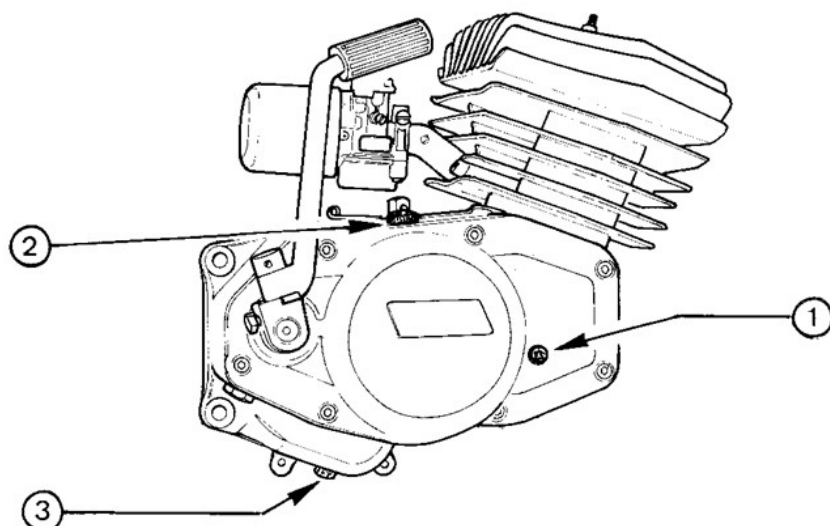

FIG. 1 Tappi olio
- 1) **PRIMA** di avviare per la prima volta il motore, controllare l'esatto livello dell'olio che dovrà fuoriuscire dall'apposito foro (n° 1 in fig. 1). Qualora non si verificasse tale condizione, aggiungere attraverso l'apposito foro di caricamento (n° 2 in fig. 1) olio con viscosità appropriata (vedi dati tecnici), fino a che non se ne risconterà la fuoriuscita dal suddetto foro di livello.
- 6) **DOPO** i primi 500 km. eseguire il cambio dell'olio rimuovendo l'apposita vite di scarico posta sotto il motore (n° 3 in fig. 1) e si consiglia di eseguire tale operazione dopo una marcia prolungata in quanto il calore sviluppato durante il funzionamento rende più fluido l'olio agevolandone la fuoriuscita.